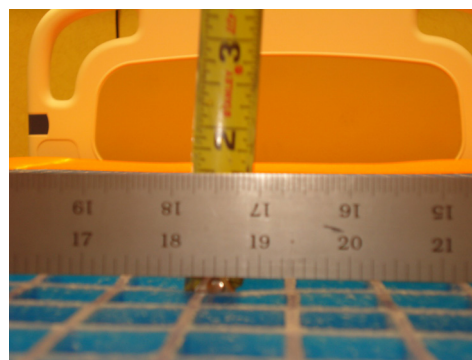

Figure 6
6. À l'aide d'un ruban à mesurer, mesurer la profondeur maximale (le point le plus bas) du bas de la règle droite jusqu'au dessus du gel, comme indiqué à la Figure 6.